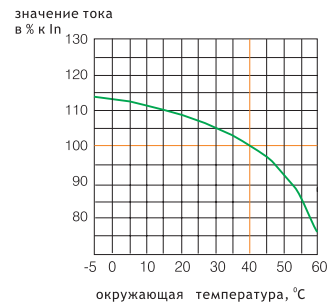

Рис.2
- 3.11. При применении выключателей с температурой окружающей среды отличной от 40°C следует применять температурный коэффициент рис. 2